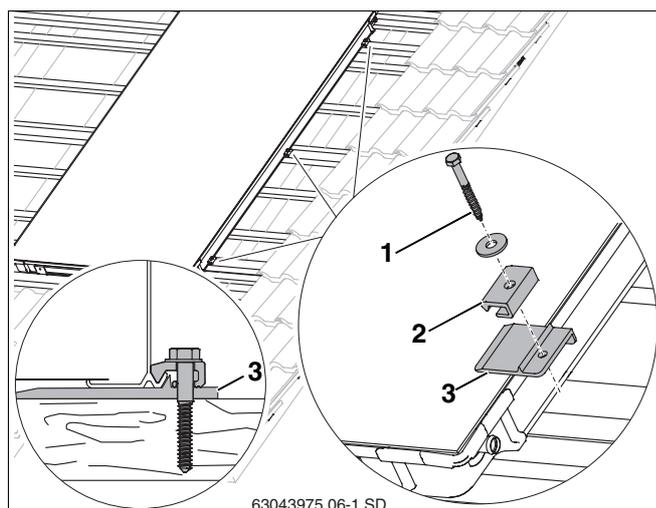

Fig. 25 Poser et visser le premier capteur
- Soulever le capteur légèrement et glisser les supports droits (fig. 25, **pos. 3**) sur les 2^{ème} et 3^{ème} lattes supplémentaires ainsi qu'au milieu du capteur sur une latte existante sous le capteur de manière à ce que le rehaussement pousse contre le bord du capteur.
- Pour la vis (fig. 25, **pos. 1**) il faut prépercer avec une mèche de 4 mm.
- Fixer les serre-flancs unilatéraux (fig. 25, **pos. 2**) avec une vis 6x40 (fig. 25, **pos. 1**) et une rondelle plate (utiliser une clé SW 10).